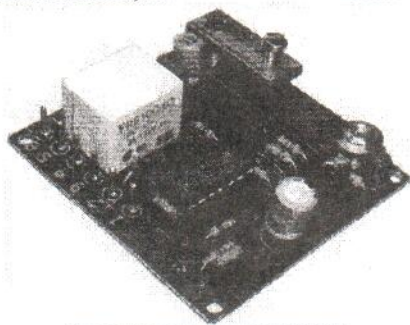
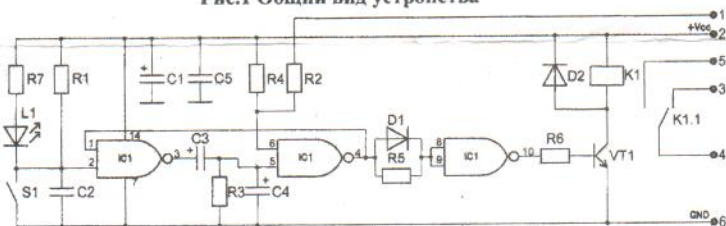

Рис.1 Общий вид устройства
Рис.2 Схема электрическая принципиальная
Общий вид устройства показан на рис.1, схема электрическая принципиальная – рис.2.
2. Для отключения сигнализации необходимо соединить конт. 1 с общим проводом устройства (конт. 6, см. рис. 2, 4)